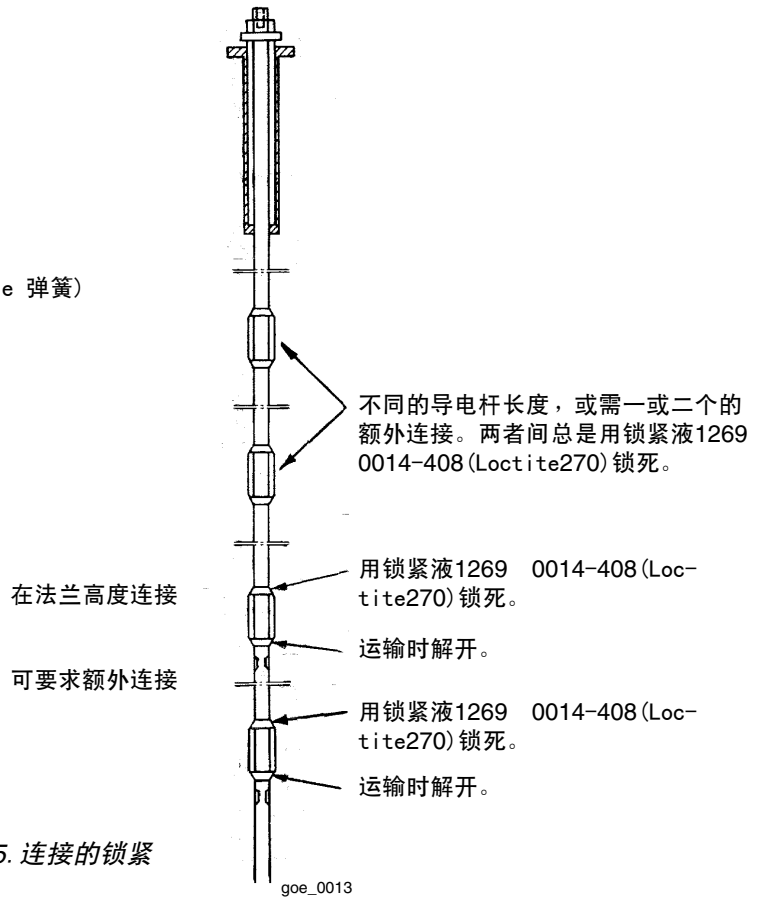

图25. 连接的锁紧
2. 如果连杆带有附加连接，以便将升高座拆卸下运输的话，这个附加连接的部分在重新安装时必须用锁紧液锁死，以免整个连接系统在以后造成松动。图25显示连接在运输时如何被锁紧